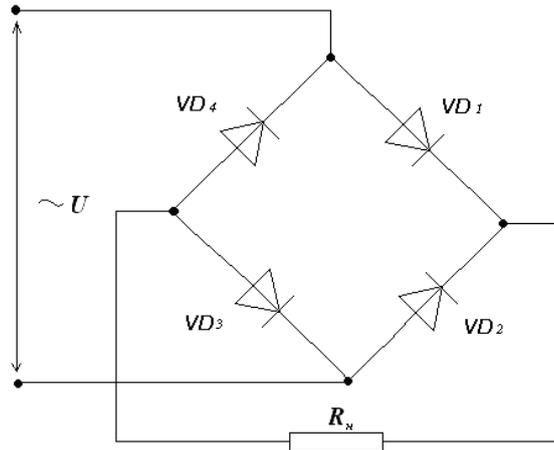

Рис. 2
5. Составляем схему мостового выпрямителя (рисунок 2)